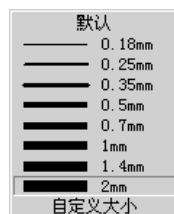

图 4.4.17 “线粗”列表
Step2. 在视图选取图 4.4.16a 所示的边线，然后在“线型”工具栏中单击“线粗”按钮 ，系统弹出图 4.4.17 所示的“线粗”列表。
Step3. 在“线粗”列表中选取图 4.4.17 所示的线宽类型（位于最后一排），结果如图 4.4.16b 所示。